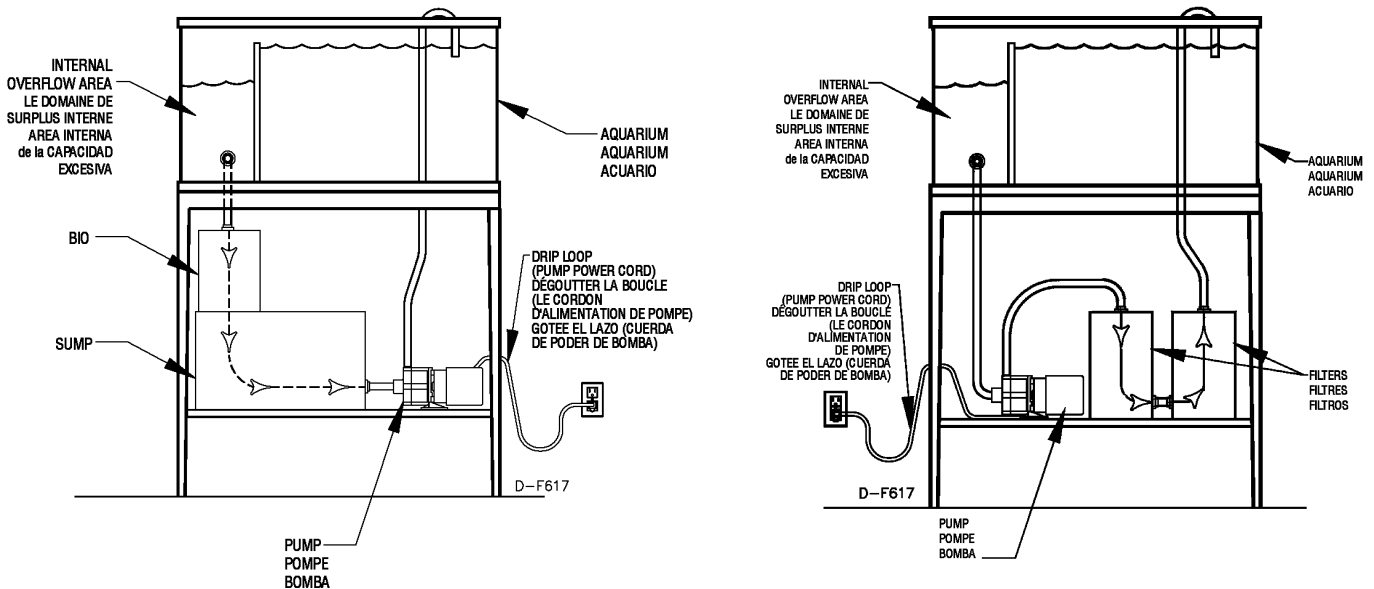

Figure 1 • Figure 1 • Figura 1
5. To avoid the possibility of the pump plug or receptacle getting wet, position aquarium stand and tank to one side of a wall-mounted receptacle to prevent water from dripping onto the receptacle or plug. Arrange a drip loop for each cord connecting an aquarium pump to a receptacle (Figure 1). The drip loop is that part of the cord below the level of the receptacle (or the connector if an extension cord is used) that prevents water from traveling along the cord and coming in contact with the receptacle. If the plug or receptacle does get wet, **DO NOT** unplug the cord. Disconnect the fuse or circuit breaker that supplies power to the pump. Then unplug and examine for presence of water in the receptacle.
14. **IN ANY INSTALLATIONS WHERE PROPERTY DAMAGE AND/OR PERSONAL INJURY MIGHT RESULT FROM AN INOPERATIVE OR LEAKING PUMP DUE TO POWER OUTAGES, DISCHARGE LINE BLOCKAGE, OR ANY OTHER REASON, BACKUP SYSTEM(S) AND/OR ALARM SHOULD BE USED.**
5. Afin d'éviter toute possibilité que la fiche ou la prise de la pompe ne se mouille, positionnez le support et le réservoir de l'aquarium à côté de la prise murale. Ceci empêche le contact de gouttes d'eau avec la prise ou la fiche. L'utilisateur peut prévoir un "anneau de sécurité" dans chaque cordon reliant l'aquarium à la prise murale (voir Figure 1). L'anneau de sécurité constitue la partie du cordon qui se trouve au-dessous du niveau de la prise murale ou du connecteur si l'on utilise une extension. Cette mesure empêche le passage de l'eau le long du cordon et le contact de l'eau avec la fiche murale. Si la fiche ou la prise sont mouillées, **NE DÉBRANCHEZ PAS** le cordon. Débranchez le fusible ou mettez hors tension le disjoncteur qui fournit l'alimentation à la pompe. Débranchez ensuite le cordon et examinez-le afin de voir s'il y a de l'eau dans la fiche murale.
14. DANS TOUTE INSTALLATION OÙ DES DOMMAGES OU DES BLESSURES PEUVENT RÉSULTER D'UN MAUVAIS FONCTIONNEMENT DES POMPES OU D'UN DÉBORDEMENT DU BASSIN CAUSÉ PAR UNE PANNE DE COURANT, LE BLOCAGE D'UNE CONDUITE DE SORTIE OU POUR TOUTE AUTRE RAISON, UN OU PLUSIEURS SYSTÈME(S) ET/OU UNE ALARME DE SECOURS DOIT (DOIVENT) ÊTRE UTILISÉ(S).